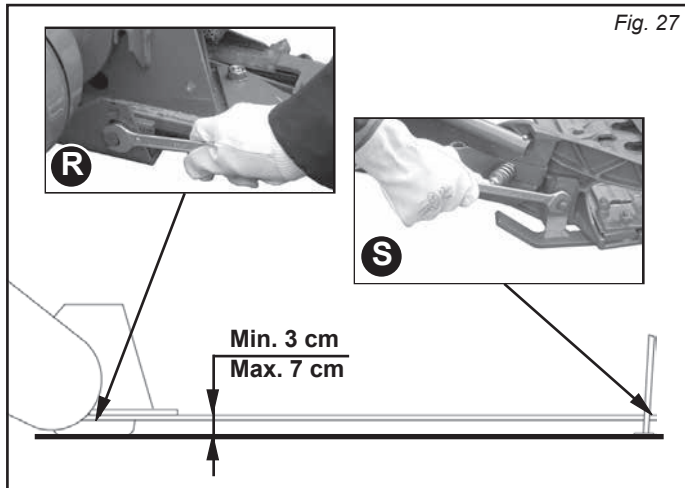

Fig. 27
- Die Schnitthöhe (Abb. 27) einstellen, indem der Mähbalken in den Bohrungen des Innenschuhs (R) verschoben wird. Auf die Mutter des Aussenschuhs (S) einwirken, um den Mähbalken parallel zum Boden zu bringen.